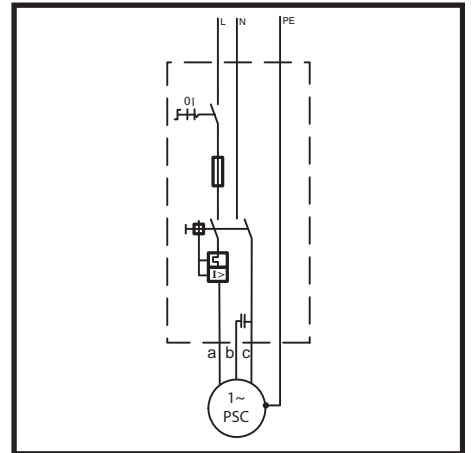

Fig.: 18
4. Super Stainless PSC (Fig.: 18)